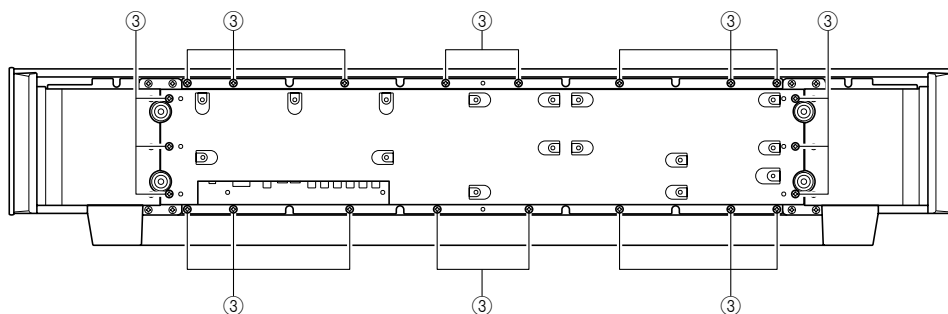

Fig. 2
- Remove 22 screws (3). (Fig. 2)
- ③のネジ 22本を外します。(Fig. 2)